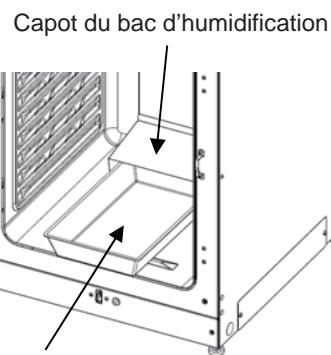

Fig. 1
2. Réglage du bac d'humidification et du capot du bac d'humidification (Fig. 1).